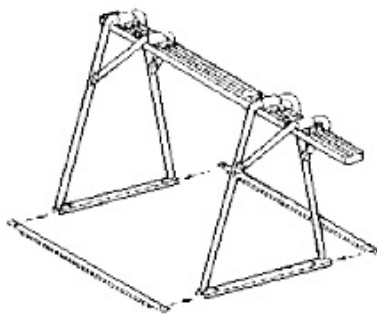

Fig.2
3. Rotiți suportul înapoi în direcția dreaptă în sus, astfel încât acesta să fie în poziția sa de lucru și să adăugați cele două tije inferioare de legătură. Fixați-le folosind cele patru piulițe și șuruburi. (Fig.2)